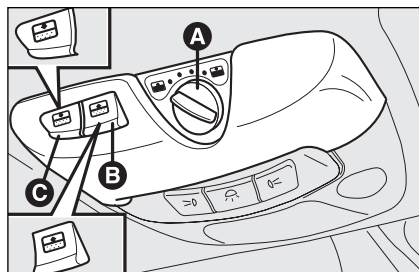

fig. 81
Com as chapas de vidro e a cortina pára-sol abertas (selector **A**-fig. 81 no quinto impulso), o fecho das chapas de vidro não influencia a posição da cortina.
Para abrir a cortina pára-sol premir o botão **C**-fig. 81.
Para fechar a cortina pára-sol premir o botão **B**-fig. 81.
AVISO Ao rodar a chave de arranque na posição **STOP** depois de ter accionado os botões **B**-fig. 81 o **C**, se terá a completação do movimento seleccionado.
- ☐ levar o selector **A-fig. 81** na posição “0” (todo fechado);
Neste casos é possível inibir o dispositivo fechando o tecto de abrir (dentro de 5 segundos desde a intervenção do dispositivo), rodando o selector **A-fig. 81** na posição **0** e ao mesmo tempo segurando o premido para cima até a conclusão do fecho.